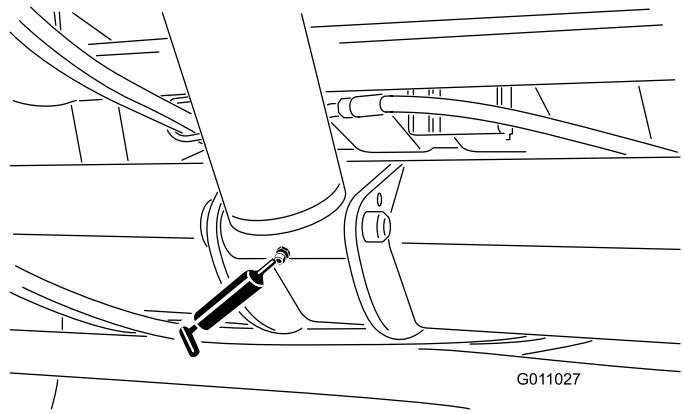

Figure 31
- Vérin de relevage (2) (Figure 31).